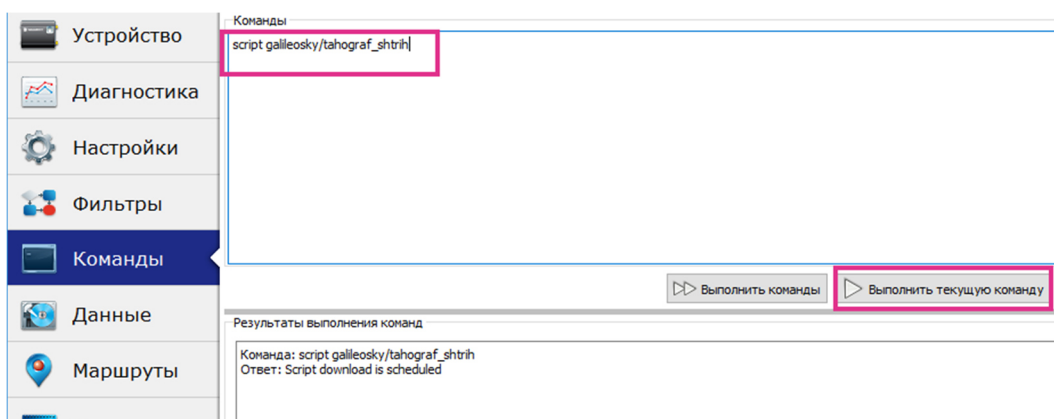

Рис. 7
- перейдите на вкладку «Команды» Конфигуратора, отправьте терминалу команду «script galileosky/tahograf_shtrih», в качестве подтверждения приёма команды поступит ответ «Script download is sheduled» (Рис. 7):